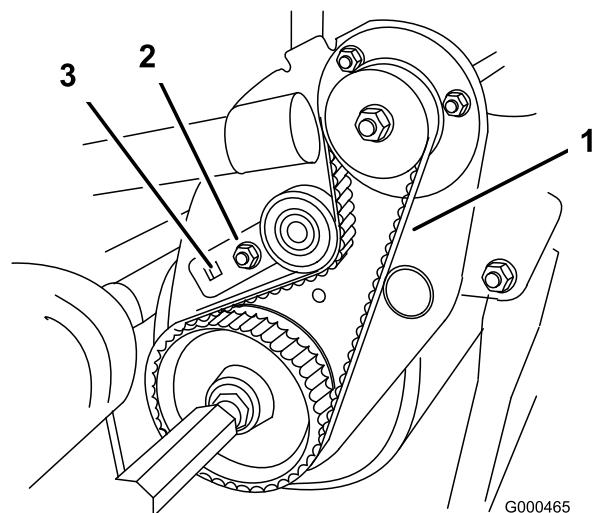

図 43
- B. 3/8インチのトルクレンチでアイドラ・ブラケットを $0.4 \sim 0.46$ kg.m のトルクで回転させてベルトを張る（図 43）。トルクレンチの設定が狂わないように注意しながら、ベアリング・ハウジング取り付けナットを締め付ける。（タング・ワッシャは、ベルトのスリップを防止するためのものである）。ベルトを強く張りすぎないように注意すること。